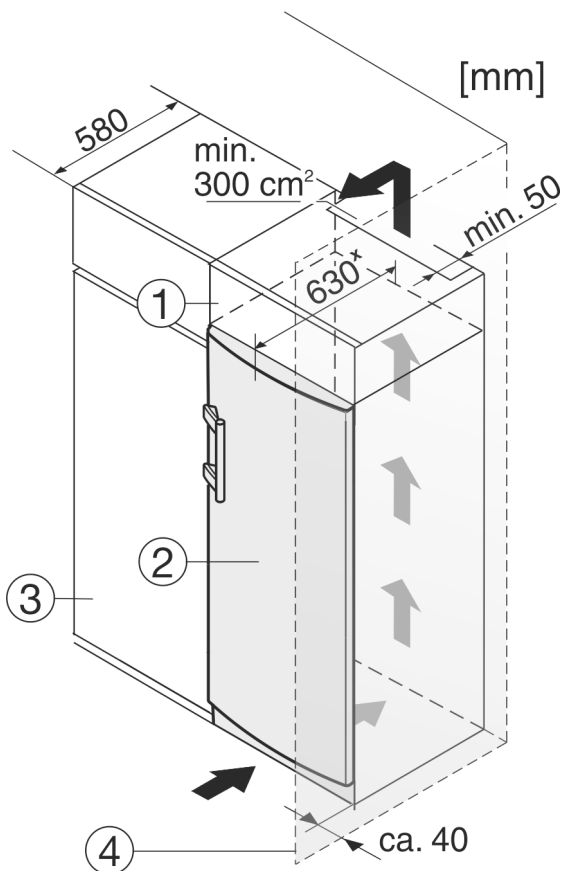

Fig. 10
El aparato se puede rodear de armarios de cocina. Para adaptar el aparato Fig. 10 (2) a la altura de la cocina, se puede instalar un armario Fig. 10 (1) correspondiente sobre el aparato.
Si la cocina posee armarios (profundidad máx. 580 mm), el electrodoméstico se puede colocar directamente junto al armario de cocina Fig. 10 (3). El electrodoméstico sobresale 34 mm x por los lados y 50 mm x por el centro respecto al frente del armario de cocina.
Si el electrodoméstico se instala con las bisagras junto a una pared Fig. 10 (4), la distancia entre el electrodoméstico y la pared debe ser como mínimo de 40 mm. Esto equivale al saliente del tirador con la puerta abierta.